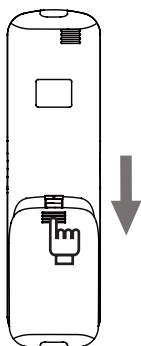

Рисунок 2.6
1) Сдвиньте крышку батарейного отсека на задней панели пульта ДУ в направлении, указанном стрелкой (Рис. 2.6);